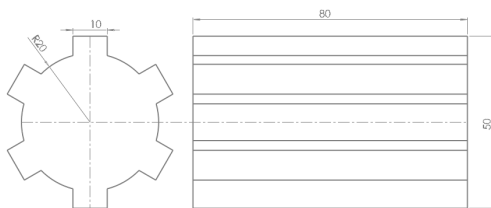

图 3-47 创建其他智能尺寸标注
(4) 用与上同样的方法, 依次选择圆弧和相应的直线对象, 单击【确定】按钮, 即可创建其他智能标注, 效果如图 3-47 所示。